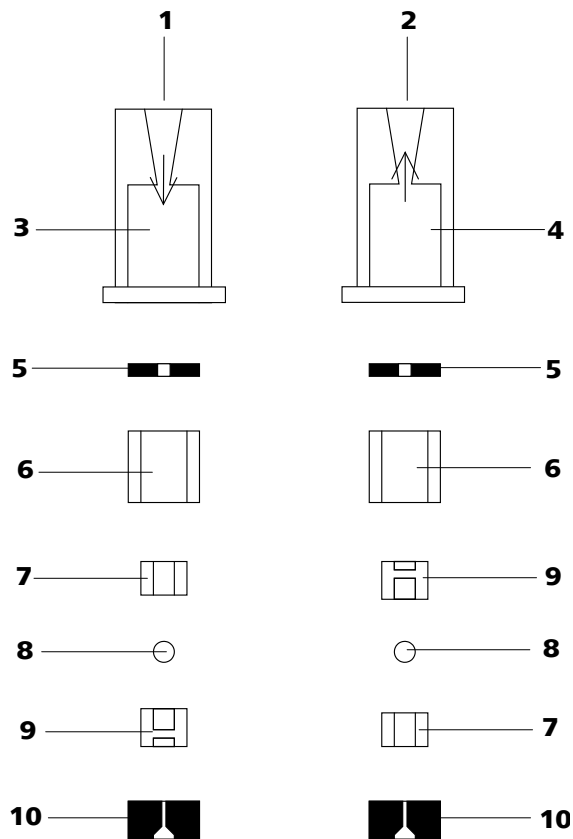

Figure 33 Composants des vannes d'admission et d'échappement
- La vanne d'admission et d'échappement sont composées des mêmes composants qui seulement sont placés différemment (voir Figure 33, page 50).
- Placer les autres composants de la vanne l'un sur l'autre en l'ordre (voir Figure 33, page 50) correct.
Si ce n'est pas le cas, la vanne doit être désassemblée de nouveau et rassemblée correctement (voir Figure 33, page 50).